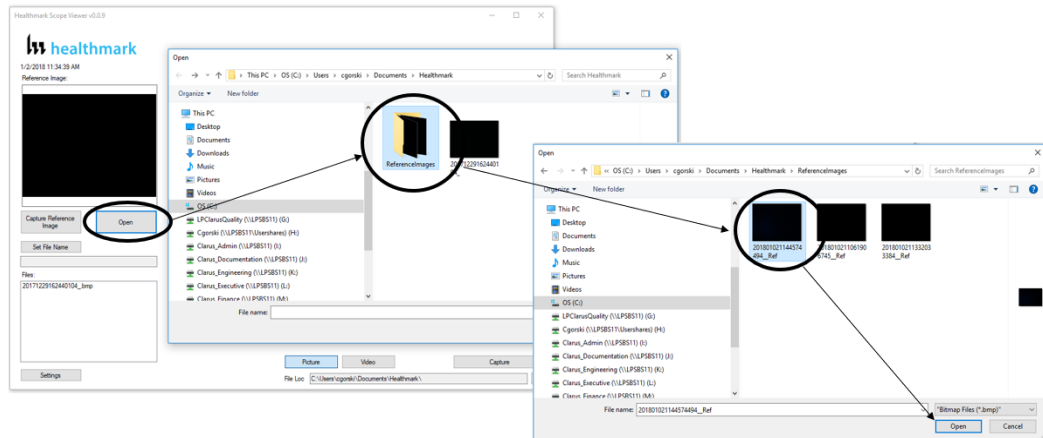

Figure 12
- A. Click the 'Open' button. **Fig. 12**